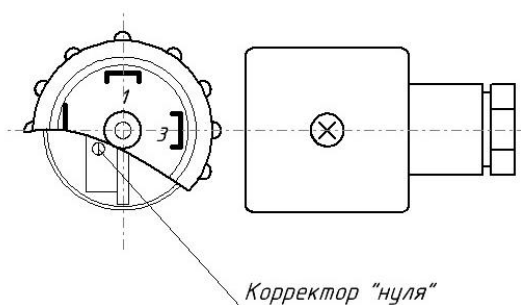

Рисунок 8.5. Схема расположения корректора нуля. Штепсельный разъем типа DIN 43650 from A
- открутить винт 6 электрического разъема (рисунок 8.5) и снять верхний разъем;